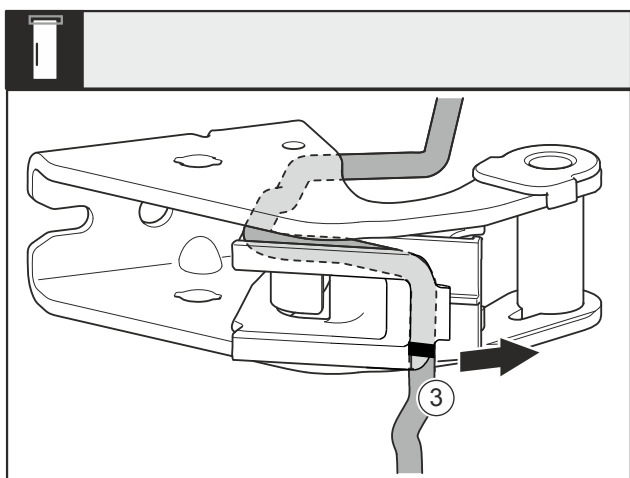

Fig. 27
- ▶ Zdemontować kabel z mocowaniem kabla Fig. 27 (3) z płytki zawiasu.